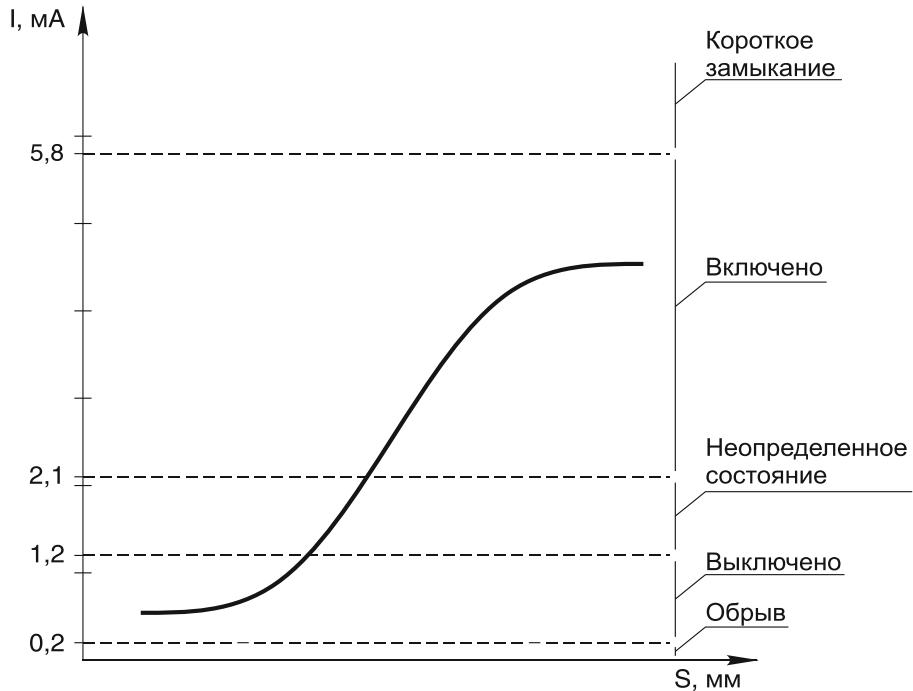

Рисунок 9 — Пороговые значения входного тока по NAMUR
- компараторы (позиция 4) преобразующие входные аналоговые сигналы от датчиков в дискретные выходные сигналы в соответствии с порогами срабатывания и гистерезисом по NAMUR (см. рисунок 9).